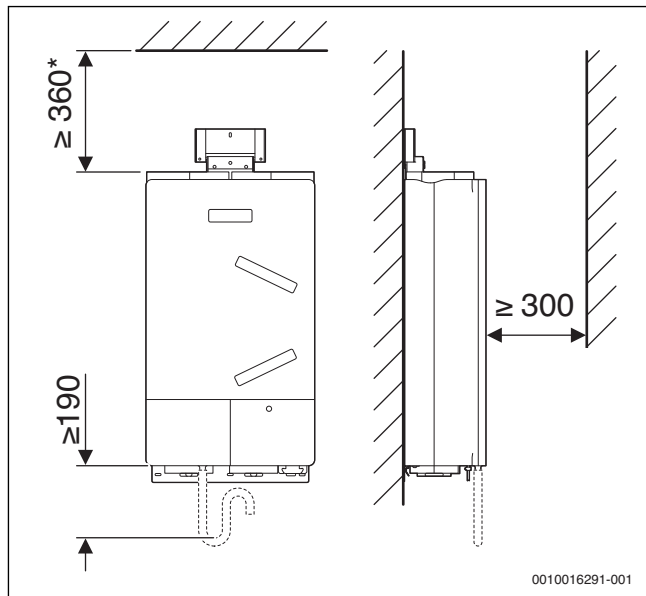

Bild 24 Wandinstallation
- Mindestabstände beachten (→ Bild 24).